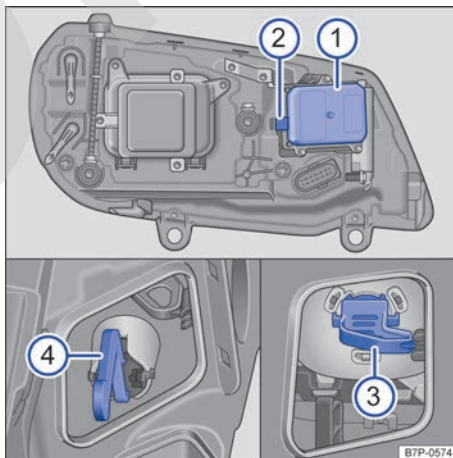

Fig. 244 En el vano motor: tapas y lámparas del faro izquierdo.
Retire la tapa → fig. 244 ① de la parte posterior del faro.
3. Para ello, presione el encastre → fig. 244 ② hacia un lado y retire la tapa hacia atrás.
4. Retire el asidero inferior → fig. 244 ④ de la guía y extraígalo hacia atrás.
8. Vuelva a colocar el asidero → fig. 244 ④ con el portalámparas en el faro e introdúzcalo por completo.
9. Vuelva a colocar la tapa → fig. 244 ① en la guía y presiónela hasta que encastre de forma perceptible.
4. Retire el asidero superior → fig. 244 ③ de la guía y extraígalo hacia atrás.
Vuelva a colocar el asidero → fig. 244 ③
Vuelva a colocar la tapa → fig. 244 ① en la guía y presiónela hasta que encastre de forma perceptible.